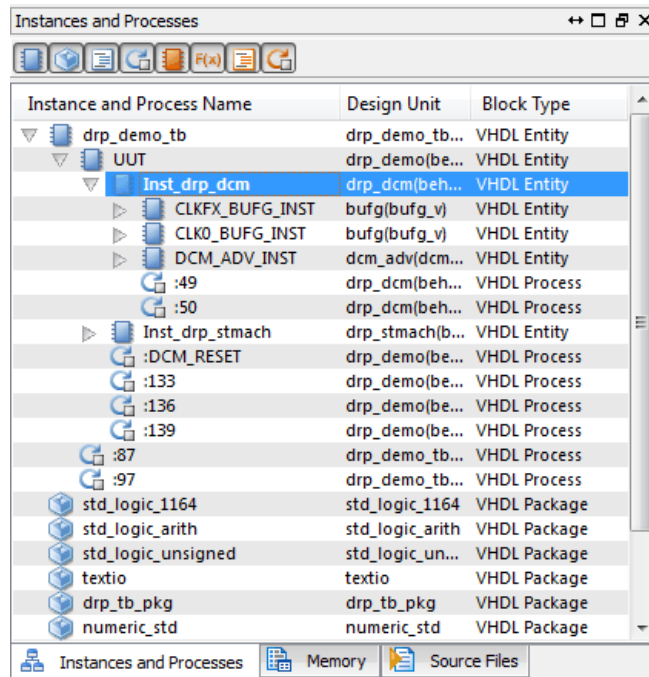

図 4-19 : [Instances and Processes] パネル
1. [Instances and Processes] パネルで各サブモジュールの左横のプラス記号をクリックして階層を展開します (図 4-19)。